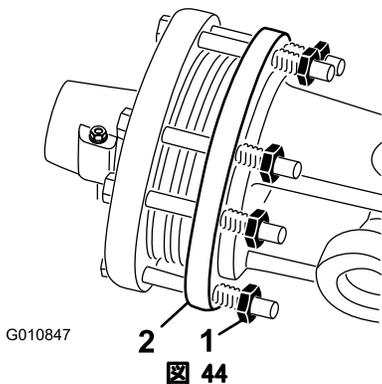

図 44
1. シーズンの終了後、各クラッチ・ナットを2回転ゆるめる（図 44）。